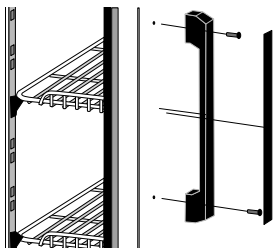

Abb.3 Befestigung der Türhalterung
- I. Die Halterung der Türen anschrauben Abb.3 (S.28)